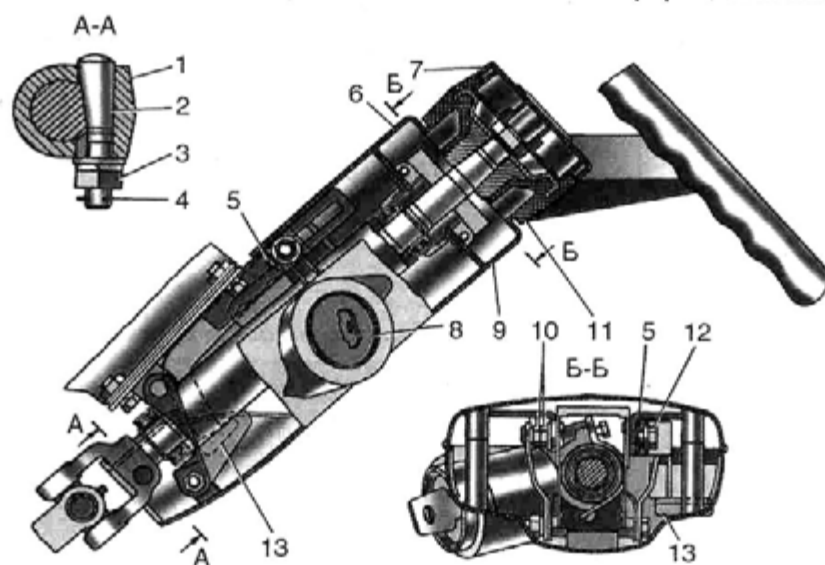

Рис. 7.1. Рулевое колесо и колонка:
Рулевое управление автомобиля состоит из регулируемой рулевой колонки с валом и колесом, рулевого механизма и привода рулевого управления. Конструкция рулевой колонки (рис. 7.1) позволяет изменять положение рулевого колеса по высоте и углу наклона.
вращается на двух цилиндрических роликовых подшипниках, внутренней обоймой которых является вал сошки. Уплотнение вала сошки, а также крышки рулевого механизма осуществляется с помощью резиновых колец. Фиксация наружных обойм подшипников вала сошки от осевого перемещения осуществляется с помощью стопорных колец 12, а от углового перемещения — с помощью керновки наружных обойм в отверстия картера, закрываемые пробкой 13. Винт-шариковая гайка рулевого механизма с помощью карданного вала соединяется с валом рулевой колонки. Крепление вилок шарнира на валах осуществляется с помощью клина 2 (см. рис. 7.1).
- повернуть рукоятку 13 (см. рис. 7.1) на себя и вверх, ослабив фиксацию рулевой колонки;
• произвести сборку в обратной последовательности. При установке клина 2 (см. рис. 7.1) гайка 3 и шайбы должны стоять со стороны обработанного торца на вилке 1;
- снять нижний кожух 9 (см. рис. 7.1), отвернув два винта и освободив его от нижнего фиксатора;